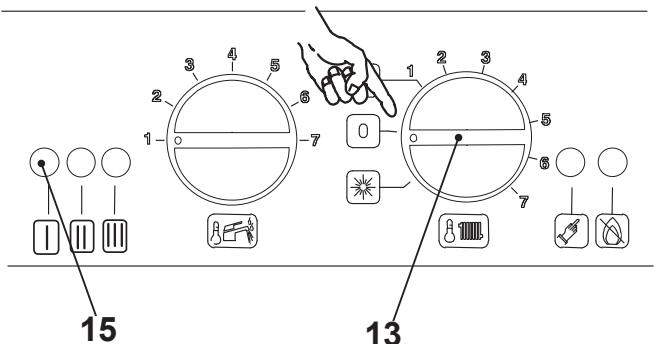
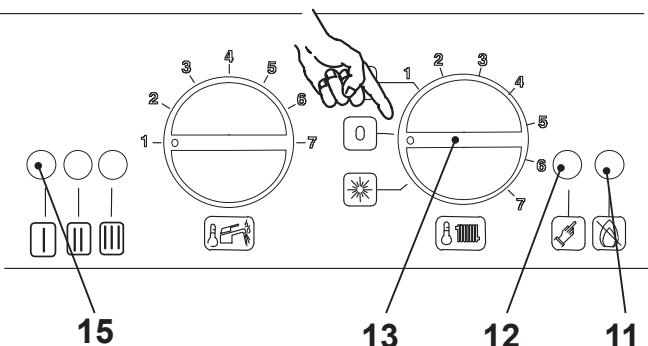
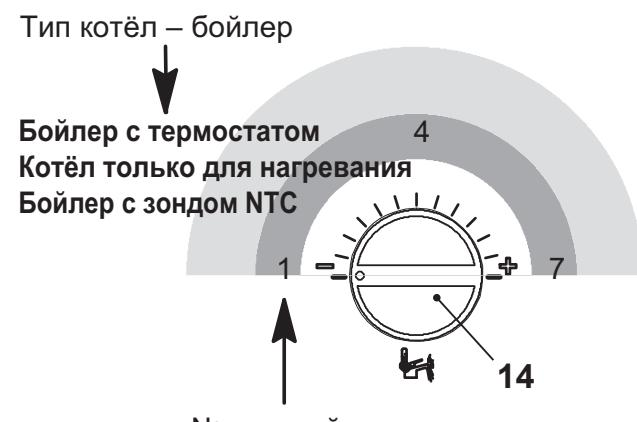
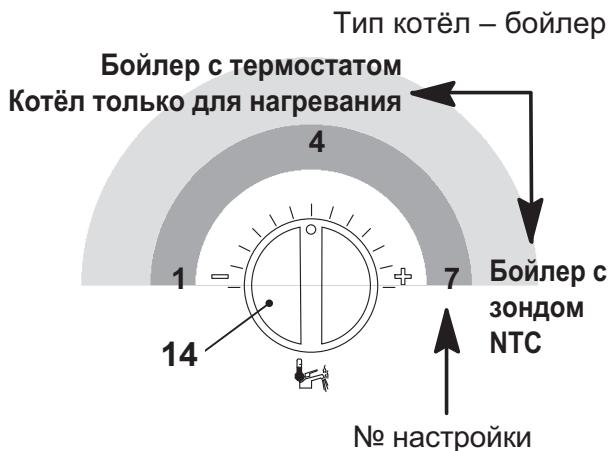

рисунок 5.28
рисунок 5.30
рисунок 5.35
рисунок 5.40
- Держите в нажатом положении кнопку сброса 12 (рисунок 5.30) в течение 10 секунд, лампочка блокировки 11 (рисунок 5.31) должна мигать.
- Для изменения настройки поверните ручку регулировки температуры санитарного оборудования 14 (рисунок 5.35) и поставьте её на тип выбранного котла (на рисунке примера ручка была настроена на Котёл с бойлером с терmostатом, котёл только для нагревания или котёл с бойлером с зондом NTC), сигнальная лампочка блокировки 15 (рисунок 5.28) начнёт быстро мигать.
- Для внесения в память настройки держите в нажатом состоянии кнопку сброса 12 (рисунок 5.30), примерно, 5 секунд, все сигнальные лампочки 15 (рисунок 5.28) начнут одновременно мигать, как показано на рисунке 5.36
- Нажмайте на кнопку сброса 12 (рисунок 5.30) (1 раз) пока не будут показаны сигнальные лампочки 15 (рисунок 5.28) как на рисунке 5.37.
- Для показа заданной настройки держите в нажатом положении кнопку сброса 12 (рисунок 5.30) примерно, 5 секунд. Сигнальные лампочки 15 (рисунок 5.28) будут мигать столько раз, сколько было установлено рисунке 5.37.
- Нажмайте на кнопку сброса 12 (рисунок 5.30) (1 раз) пока не будут показаны
- Для показа заданной настройки держите в нажатом положении кнопку сброса 12 (рисунок 5.30) примерно, 5 секунд. Сигнальные лампочки 15 (рисунке 5.28) будут мигать столько раз, сколько было установлено рисунке 5.38.
- Для показа заданной настройки держите в нажатом положении кнопку сброса 12 (рисунок 5.30) примерно, 5 секунд. Сигнальные лампочки 15 (рисунок 5.28) будут мигать столько раз, сколько было установлено (рисунок 5.40).
- Для изменения настройки поверните ручку регулировки температуры санитарного оборудования 14 (рисунок 5.40) и поставьте её на тип выбранного котла (на рисунке примера ручка настроена на Котёл с бойлером с зондом NTC), сигнальная лампочка блокировки 11 (рисунок 5.30) начнёт быстро мигать.
- Для внесения в память настройки держите в нажатом состоянии кнопку сброса 12 (рисунок 5.30), примерно, 5 секунд, все сигнальные лампочки 15 (рисунок 5.28) начнут одновременно мигать, как показано на рисунке 5.41.